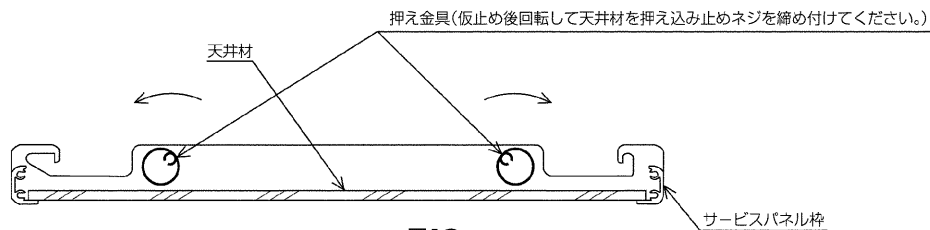

図16
- 押え金具を回転し、天井材を押え込み、止めネジを締め付け固定します。(図16)